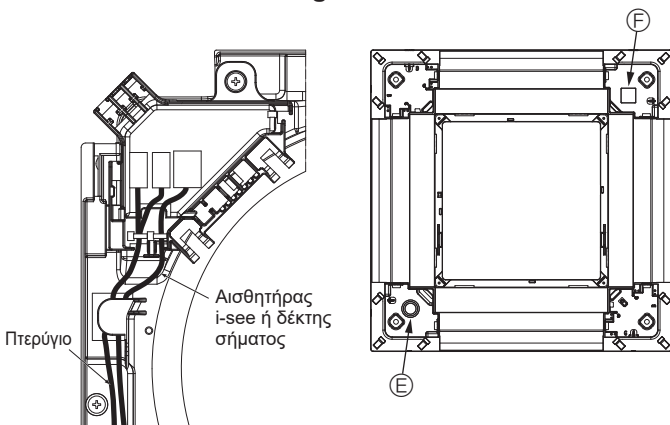

Fig. 10-13
- Περάστε τα σύρματα του Αισθητήρα i-see και του δέκτη σήματος όπως φαίνεται στην Fig. 10-13.